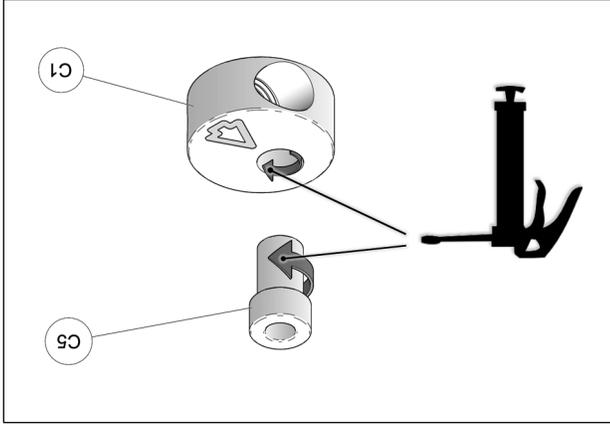

Fig. 28
15. À l'assemblage, les bagues espacateurs (C5) doivent être graissées. Appliquer une couche de graisse uniforme sur toute la circonférence de la bague espaceur et dans le logement du disque en aluminium (C1). Voir la Fig. 28